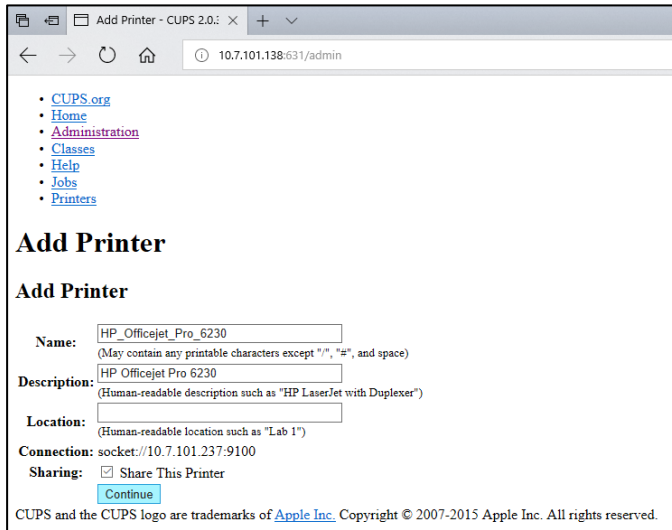

Figura 76. Ecranul Add Printer (Adăugare imprimantă).
5. Selectați **Share this printer** (Se partajează această imprimantă) și apăsați **Continue** (Continuare) (Figura 76, pagina următoare).